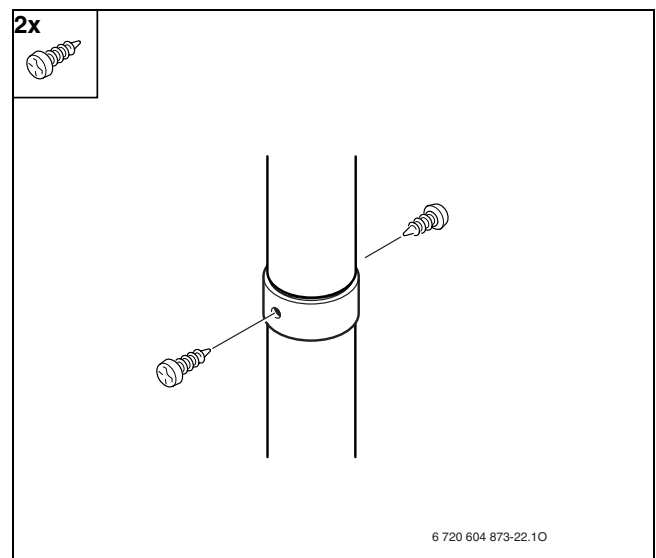

Fig. 32
► Utilizzando le viti incluse, assicurare i condotti per l'aria comburente (Fig. 32).